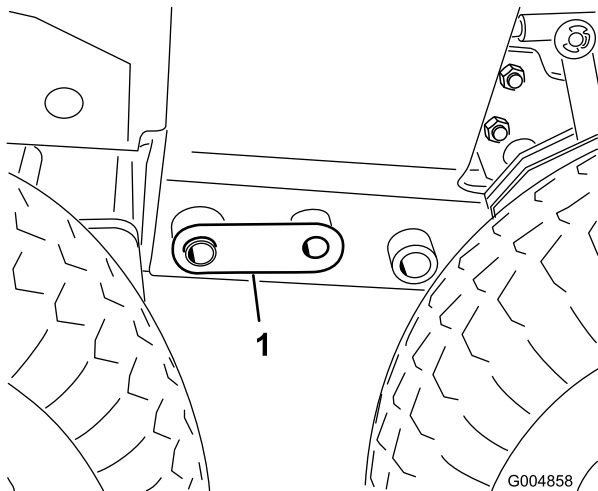

Figura 110
33. Ajuste el gato hasta que se alineen los taladros de 2,5 cm del bastidor e introduzca un pasador de acoplamiento en cada lado (Figura 110).